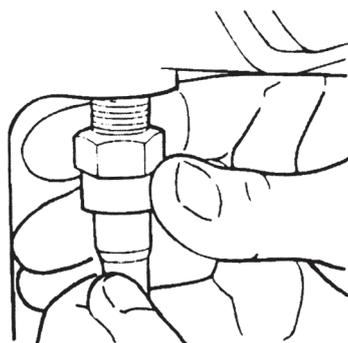

Figura 114
3. Remova interruptor do sensor do mecanismo de travamento, se usado, e sua porca de travamento da caixa do diferencial. Figura 114.